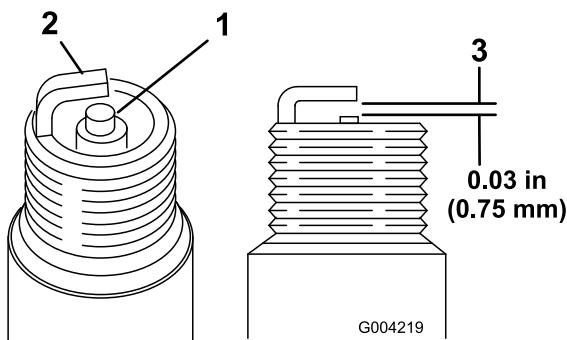

図 50
1. 中央の電極部を観察する（図 50）。絶縁体部がうす茶色や灰色なら適正、碍子が黒くなっているのは不完全燃焼である（エアクリーナの汚れが原因であることが多い）。
2. プラグの電極間のエア・ギャップ(図 50)を点検し、
3. 適正值から外れていれば外側の電極(図 50)を曲げて調整する。